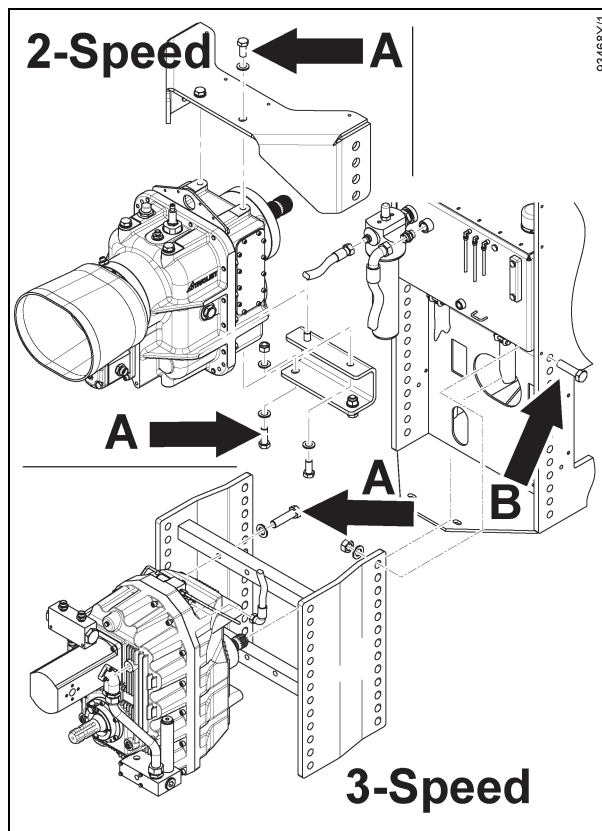

Fig. 6-8
- Kontrollera om alla M16-bultar som håller fast transmissionen (A) och M24-bultar som håller fast växellådans underram (B) är ordentligt åtdragna (Fig. 6-8).